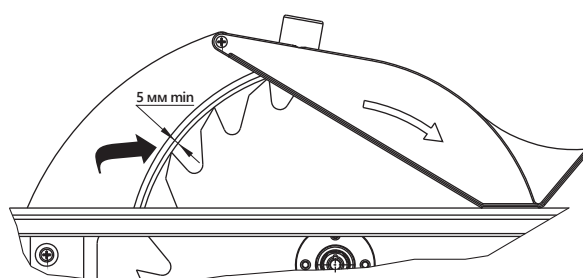

Рисунок 6. Радиальное расстояние
- установить и отрегулировать раскливающий нож 6. Раскливающий нож 6 необходимо расположить симметрично по центру в плоскости пильного диска 4, обеспечивая радиальное расстояние между раскливающим ножом и венцом пильного диска не более 5 мм (рис. 6). Это достигается перемещением регулировочных гаек 9 и раскливающего ножа 6 по резьбовым стержням 8. После установки надежно закрепите раскливающий нож 6 на стержнях гайками 5;